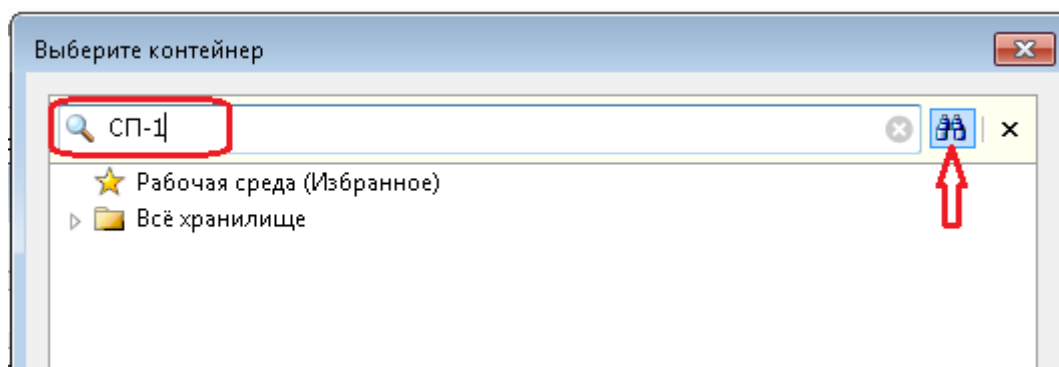

Рисунок 318 — Окно выбора контейнера
6.4 в окне выбора контейнера ввести «СП-1» (наименование папки для размещения создаваемой спецификации) и нажать кнопку поиска (Рисунок 318);